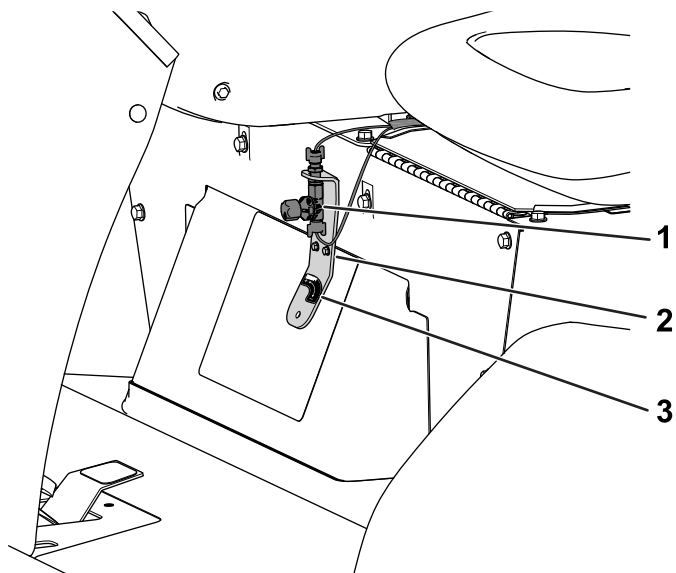
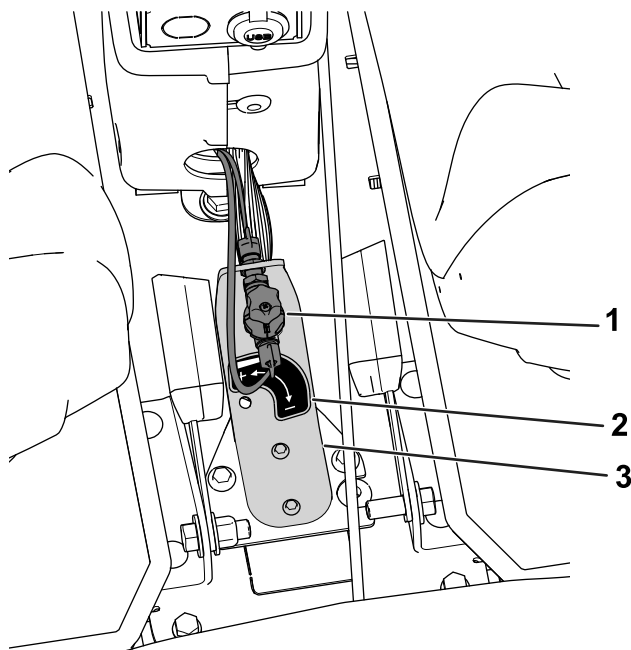

Figura 11
Figura 12
6. Amplasați autocolantul în modul prezentat în Figura 11 sau Figura 12.